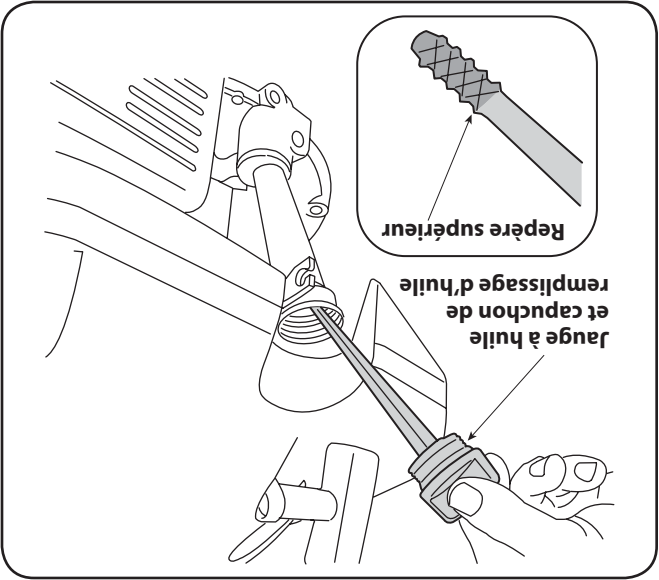

Figure 3-2
3. Si le niveau d'huile est bas, ajoutez lentement de l'huile jusqu'au repère supérieur sur la jauge. Voir l'encadré de la Fig. 3-2.
- 3. Enlevez le capuchon de remplissage de l'huile. Si le niveau d'huile est bas, ajoutez lentement de l'huile jusqu'à ce que le niveau d'huile soit entre les repères haut (H) et le bas (L). Voir la Fig. 3-2.